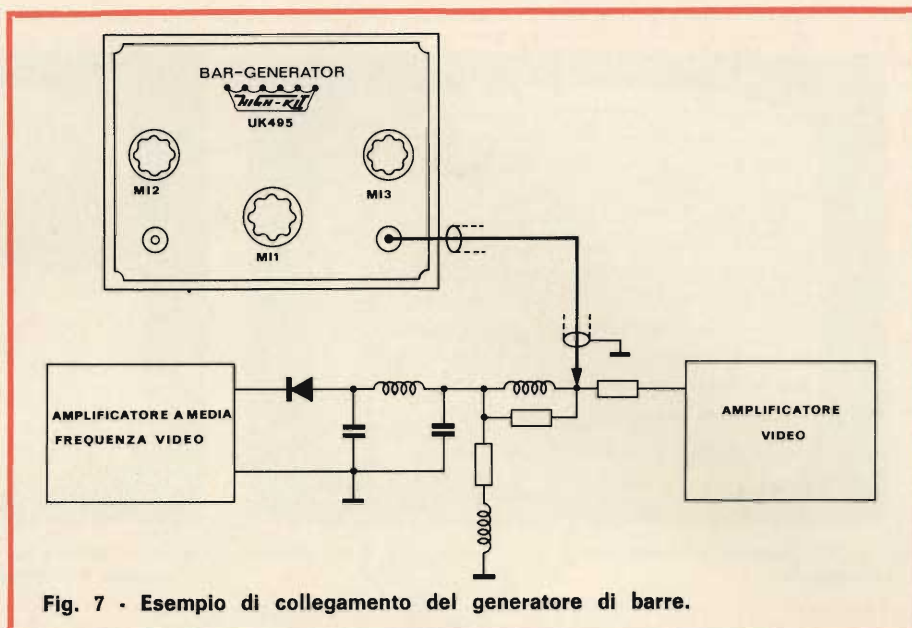

Fig. 7 - Esempio di collegamento del generatore di barre.
- Collegare l'uscita video del generatore all'ingresso dello stadio finale video del televisore mediante il cavo. Vedi esempio di collegamento in fig. 7.
Per vagliare le caratteristiche di risposta dello stadio amplificatore video di un televisore si collega la uscita del generatore di barre all'ingresso dello stadio (vedi esempio fig. 7). Si predispose il generatore per far apparire sullo schermo del TV le barre verticali e si accende il televisore in prova e il generatore.